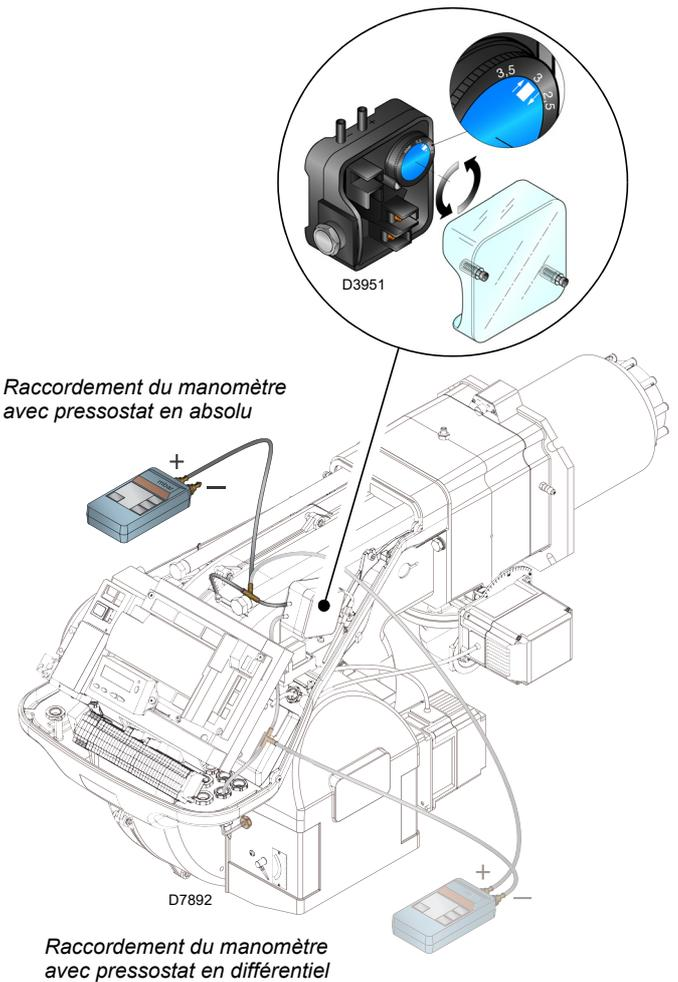

Fig. 34
- Régler le pressostat air (Fig. 34 à la page 34) au début de la graduation.
Régler le pressostat air (Fig. 34) après tous les autres réglages du brûleur avec le pressostat à air réglé au début d'échelle.
L'encombrement du brûleur est indiqué dans la Fig. 34. La configuration standard est celle du pressostat de l'air raccordé en absolu. A remarquer la présence d'un raccordement en «T» non fourni.
Dans certaines applications en fortes dépressions, le raccordement du pressostat ne lui permet pas de commuter. Dans ce cas il est nécessaire de raccorder le pressostat dans le mode différentiel, en appliquant un deuxième petit tuyau entre pressostat air et bouche d'aspiration du ventilateur. Dans ce cas il faut également connecter en mode différentiel le manomètre, comme indiqué sur la Fig. 34.